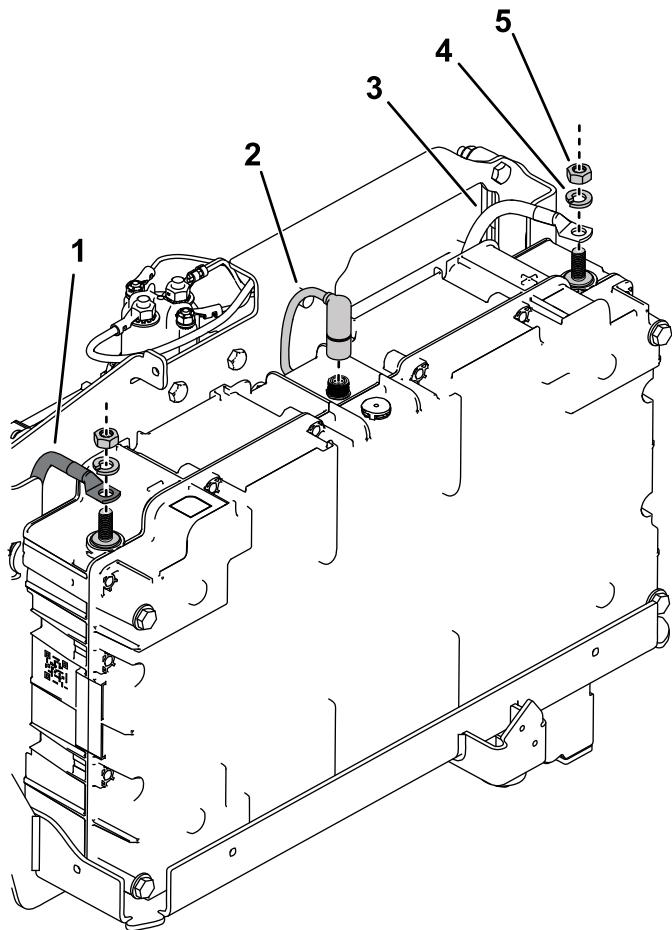

Figure 9
4. Branchez le câble du contrôleur sur le connecteur au sommet de la batterie (Figure 9).
rondelle-frein et un écrou hexagonal, comme montré à la Figure 9 ; serrez l'écrou hexagonal à 9 N·m.
6. Reliez le câble négatif (noir) à la borne négative (-) de la batterie et fixez-le en place avec une rondelle-frein et un écrou hexagonal, comme montré à la Figure 9 ; serrez l'écrou hexagonal à 9 N·m.